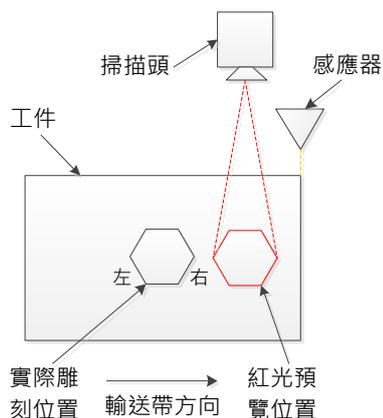
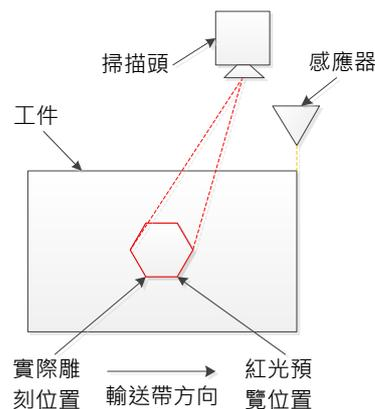

图 1.1.19 实际雕刻位置与预览位置不同
图 1.1.20 实际雕刻位置与预览位置相同
执行飞雕时，会发现预览的位置与实际雕刻的位置并不相符，如图 1.1.19。
此现象是由于工件触发传感器后，到雷射真正开始打标会有一小段延迟的时间。此延迟时间配合输送带的速度，就会造成预览与实际位置的偏差。使用者可藉由调整此参数使预览与实际位置一致，如图 1.1.20。
3. 将飞雕装置、工件以及传感器位置摆置如图 1.1.19 或图 1.1.20。
以图 1.1.19 为例，假设使用者将此值设为 100，若预览结果在实际雕刻位置右边，可增加此数值进行调整。若在左边，则需减少此数值。